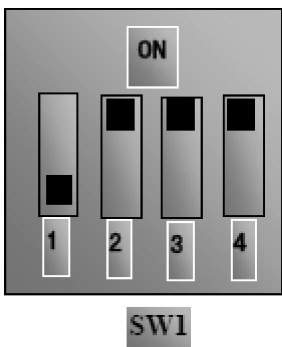

图 6-15 18.5kW 以上功率变频器拨码开关示意图
⑥ 对于 E1000 系列 18.5kW 以上功率变频器控制端子排附近有一个四位红色拨码开关 SW1，如图 6-15 所示。拨码开关选择模拟量输入端子 AI1、AI2 输入范围（0~5V/0~10V/0~20mA），通过 F203 选择输入通道。出厂时拨码开关的位置如图 4-5，即 AI1 为 0~10V 输入，AI2 为 0~20mA 输入。其他拨码开关的位置与调速方式详见表 6-14。